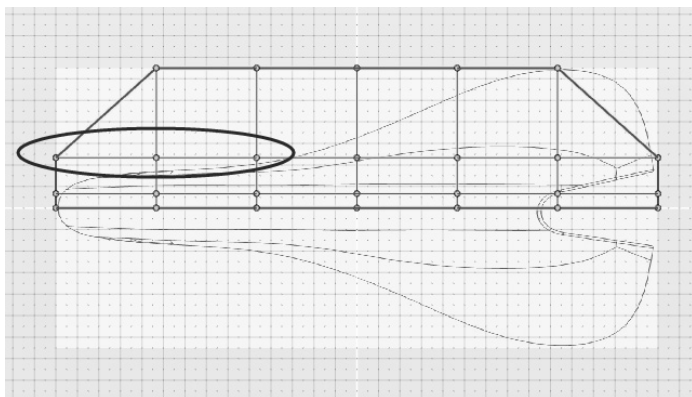

图 7-65 再次框选进行控制点多选
6) 再次框选第 2 排顶点中的前 3 个, 如图 7-65 圈出位置所示。